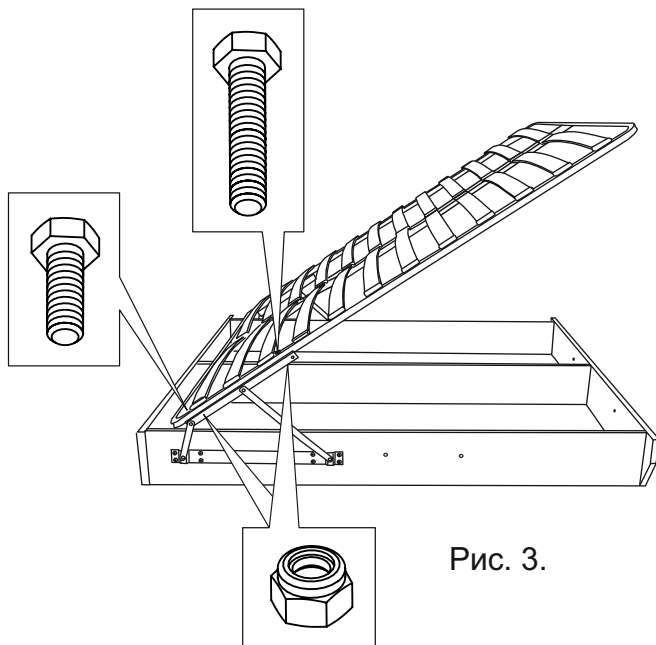

Рис. 3.
2. На кронштейны установить ортопедическое основание и наживить при помощи болтов М10х40, М10х20 и гаек М10. Опустить ортопедическое основание на каркас и выровнять основание относительно продольных и поперечных царг каркаса. Затянуть гайки при помощи ключей на 17 до упора (рис. 3).